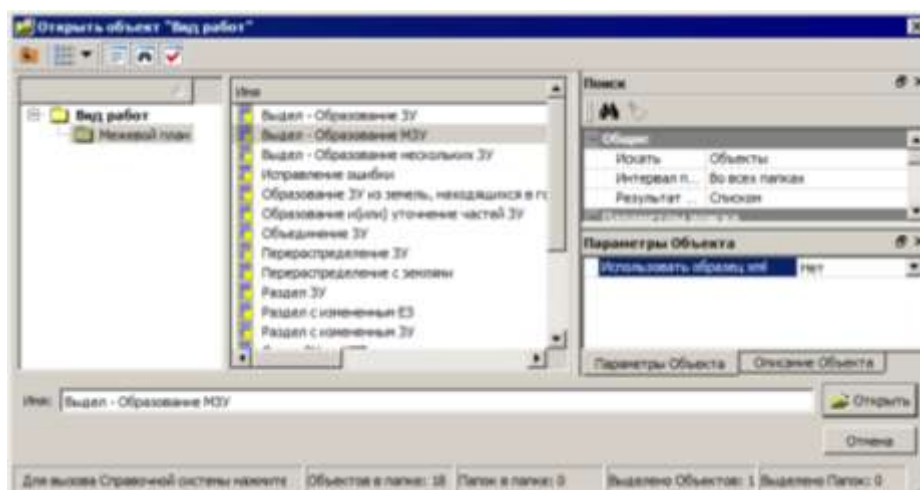

Рисунок 13 – Графическое окно «Вид работ»
4. В окне **Открыть объект** «Вид работ» выберите вид работ «*Выдел - Образование МЗУ*». В этом же окне в поле **Параметры Объекта** в строке **Использовать образец xml** укажите значение *Нет*. Нажмите кнопку **Открыть** (рис. 13).